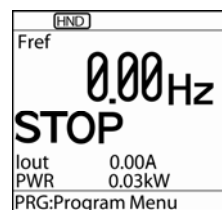

Figura 4.2 Vista de la pantalla de LCD tras el encendido
- (1) Compruebe que la pantalla de LCD muestra 0,00 Hz (indica que la frecuencia de referencia es 0 Hz) y que está parpadeando (consulte la Figura 4.2).